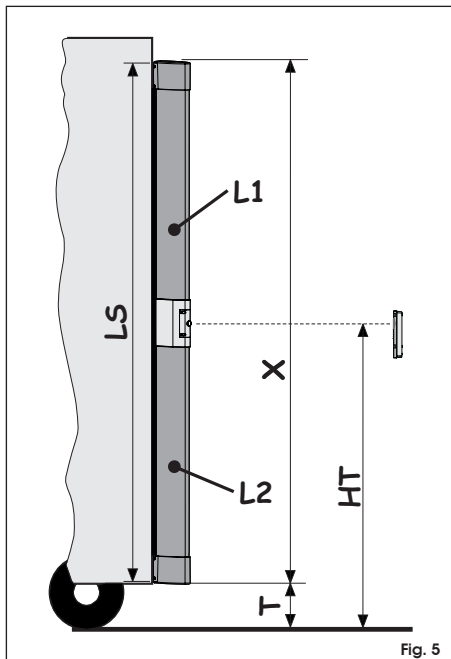
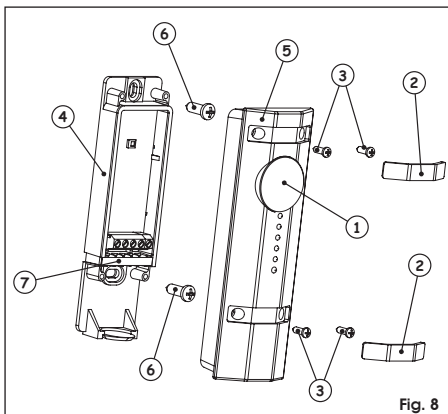

Fig. 5
Fig. 8
Quando il ricevitore fisso **non** è installato su colonnetta posizionarlo in modo che la lente posta sul frontale (fig. 8 rif. ①) si trovi ad un'altezza **HT** compresa tra 50 e 55 cm da terra (**HT** vedere Fig. 5).
Posizionare il ricevitore fisso in modo che la lente posta sul frontale (Fig. 8 rif. ①) si trovi ad un'altezza da terra compresa tra 50 e 55 cm (HT vedere Fig. 5).
- Separare il fondo (Fig. 8 rif. ④) dal frontale (Fig. 8 rif. ③).
- Segnare per la foratura, i 2 punti di fissaggio corrispondenti alle viti (Fig. 8 rif. ⑥), non fornite.
- Utilizzando viti e tasselli adeguati, fissare il fondo del ricevitore (Fig. 8 rif. ④).
- Effettuare i collegamenti elettrici come indicato al Cap. 6, utilizzando il pressacavo in gomma (Fig. 8 rif. ⑦).
- Assemblare il coperchio frontale (Fig. 8 rif. ⑤) con il fondo (Fig. 8 rif. ④) utilizzando le viti (Fig. 8 rif. ③), fornite a corredo.
- Terminare il montaggio del ricevitore applicando le protezioni in gomma (Fig. 8 rif. ②) sulle viti.
Il profilo di accoppiamento ed il suo profilo in alluminio devono essere tagliati almeno della stessa lunghezza della costa finita (quota X di Fig. 5).